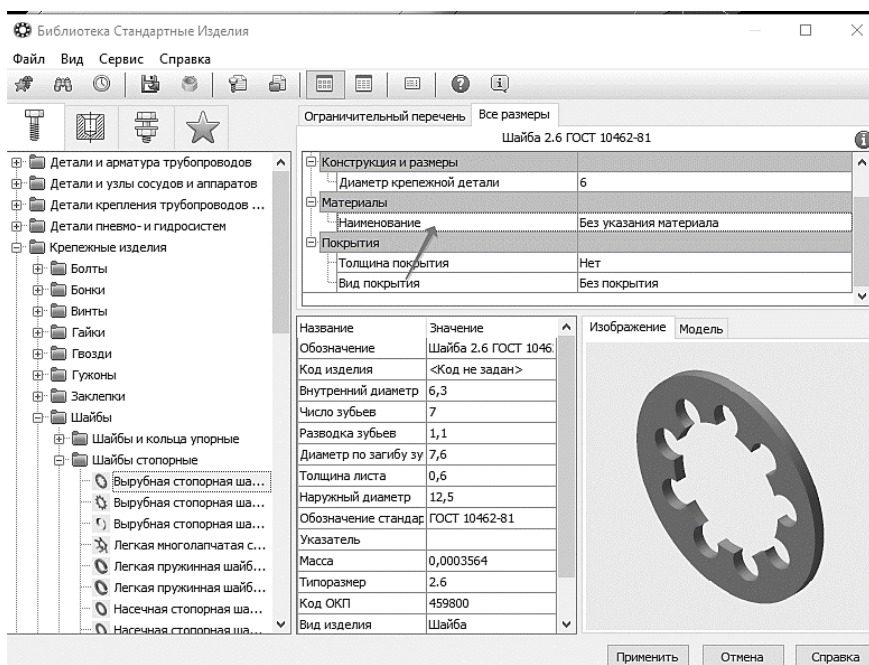

Рис. 93. Выбор материала Шайбы
10.1.9 В Области свойств выполните двойное нажатие левой кнопки мыши в поле **Наименование** «ветви» *Материалы* (рис. 93).